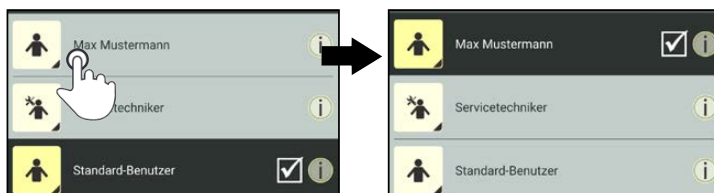

Abb. 60: Benutzer durch Antippen auswählen
- angetippt werden (um Benutzer auszuwählen; siehe Abb. 60).